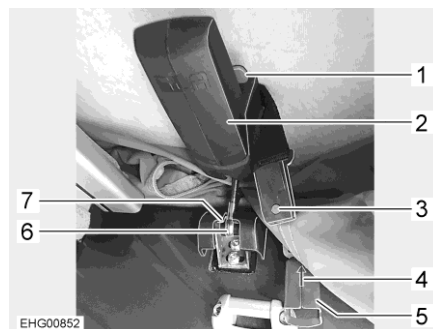

Bild 27 Lås, uppfällbart tak, bak (C 530)
- Öppna säkerhetslåsen (Bild 27,5) på båda sidorna. Tryck på den grå tryckknappen (Bild 27,3) och dra isär säkerhetslåsets båda delar.
- Tryck upp den röda spaken (Bild 27,1). Detta frigör det svarta handtaget (märkt SCA) (Bild 27,2).
- Dra det svarta handtaget (märkt SCA) (Bild 27,2) nedåt.
- Lossa bulten (Bild 27,6) från fästet (Bild 27,7).